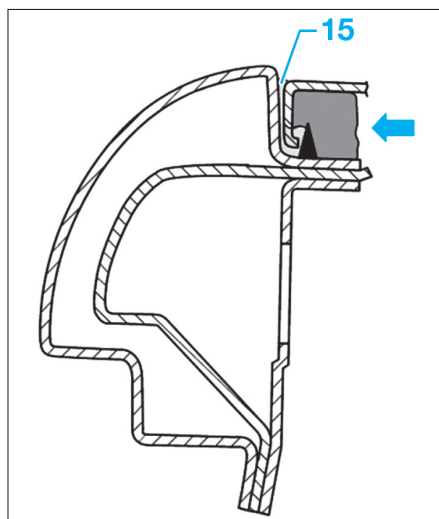

FIG. 91
• Effectuer une jointure de finition (15) (Fig.91).